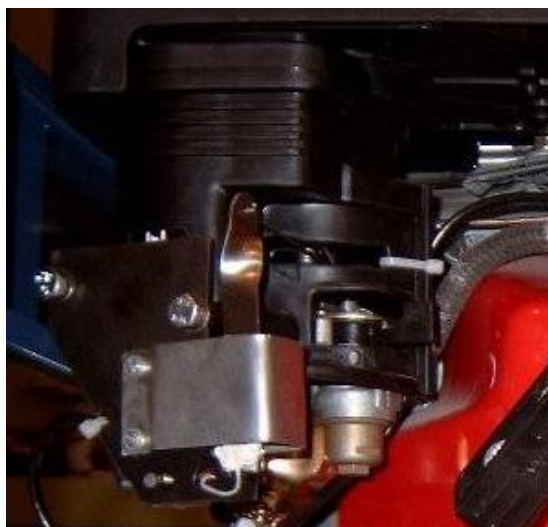

Рис.6. Вид на установленный электропривод
- 9) Зацепите рычаг электропривода воздушной заслонки за тягу и прикрепите электропривод к стойкам при помощи болтов (рис.6).